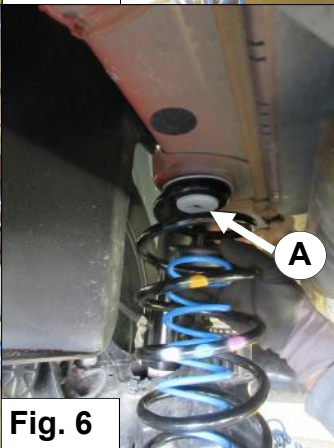

Fig. 6
11. Hilfsfeder **B** mit der oberen Teller **A** in Position drü-cken. *Siehe Fig. 6.*